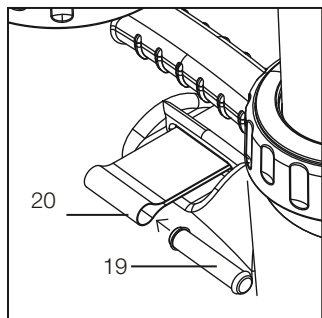

Рис. 3.
- Протяните ремень для переноски через отверстие ручки для переноски таким образом, чтобы фиксатор ремня оказался спереди (**Рис.3**).